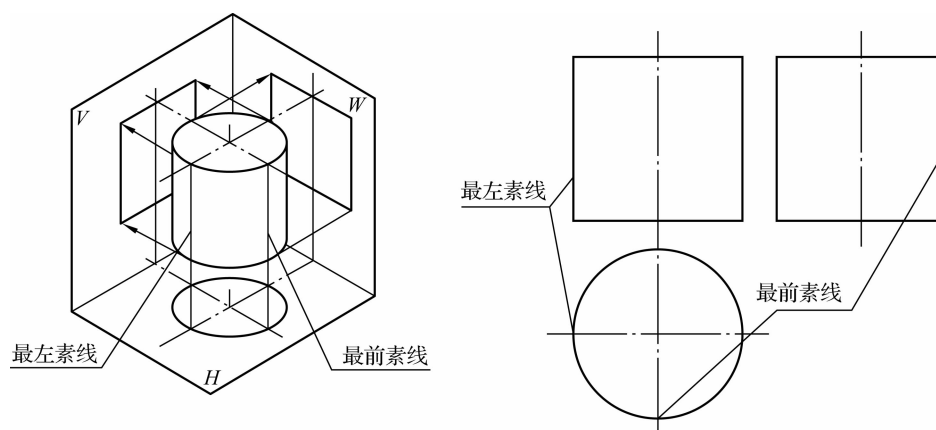
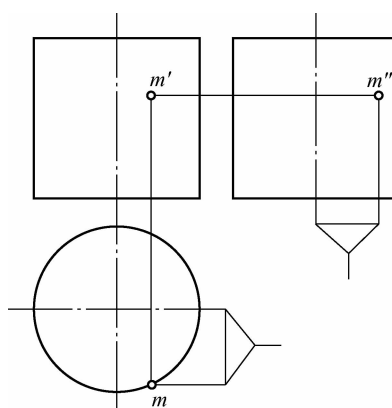

图 1-3-6 圆柱的三视图
图 1-3-7 圆柱表面取点
(1) 圆柱的三视图如图 1-3-6 所示。圆柱轴线垂直于水平面, 则上、下两圆平面平行于水平面, 俯视图反映实形, 主、左视图各积聚为一直线段, 其长度等于圆的直径。圆柱面垂直于水平面, 俯视图积聚为一个圆, 与上、下圆平面的投影重合。圆柱面的另外两个视图, 要画出决定投影范围的转向轮廓线(即圆柱面对该投影面可见与不可见的分界线)。
(2) 圆柱的视图特点: 一个视图为圆, 另两个视图为方形线框。
(3) 圆柱表面上点的投影均可利用积聚性来求, 如图 1-3-7 所示。